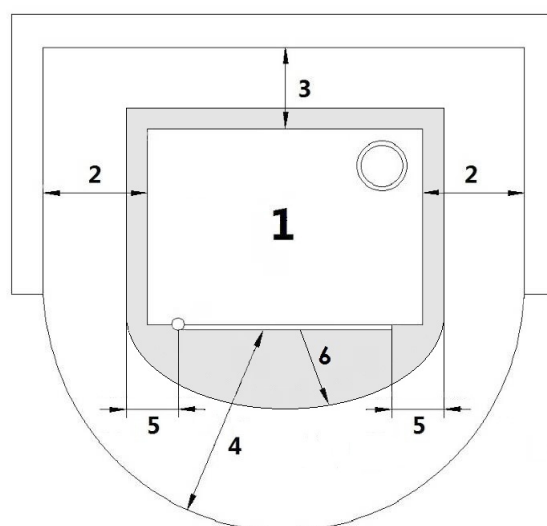

Fig. 10 - Algemene installatie
- De alleenstaande kachel moet voldoende ver van eventuele muren en/of meubels geplaatst worden, met voldoende ruimte aan de zijkanten en achteraan voor de luchtstroming, zodat het apparaat goed kan afkoelen en de warmte goed verdeeld kan worden in het vertrek (zie Fig. 10 op pag. 37).
- Voor de veiligheidsvoorschriften op het gebied van de brandpreventie moeten de afstanden ten opzichte van ontvlambare of hittegevoelige objecten in acht genomen worden (banken, meubels, houten bekleding, enz...), zoals vermeld wordt Fig. 10 op pag. 37.
- Als de vloer van een brandbaar materiaal is moet een bescherming voorzien worden van brandvrij materiaal (stalen plaat, hittebestendige plaat, marmer,...). Voor de afmetingen van de bescherming, zie **Fig. 10 op pag. 37**.